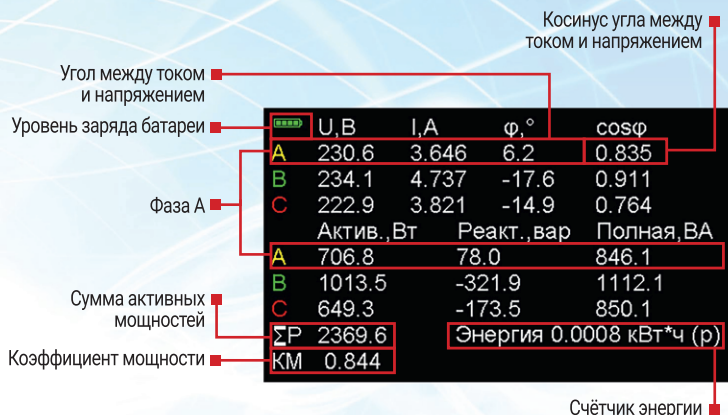

Рис. 5. Отображение на ЖКД прибора 2-го режима
6.2.4 Для измерения мощностей и сдвигов фаз производят соединения, как в случае измерения напряжений и тока. Мощности активная, реактивная и полная, энергия считываются с дисплея, как показано на рис. 5, соответственно, в Ваттах, варах и Вольт-Амперах. Для определения порядка чередования фаз в трехпроводной сети следует переключить прибор в 1-ый режим, для отображения векторных диаграмм.
На экране (рис. 5) отображаются коэффициент мощности, сумма активных мощностей, косинус сдвига каждой из фаз.